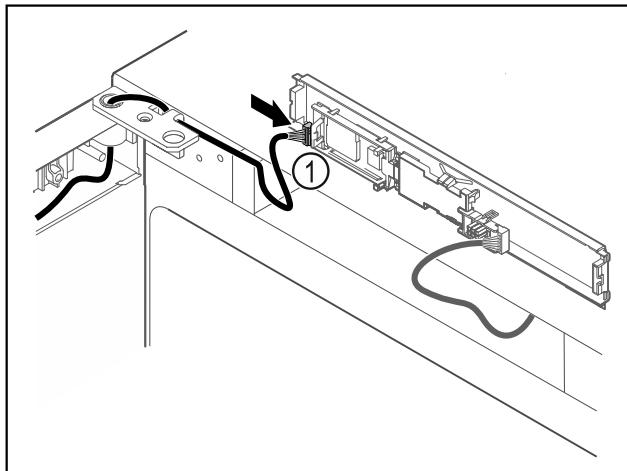

Fig. 65
- Встановити штекер Fig. 65 (1) на плиті.